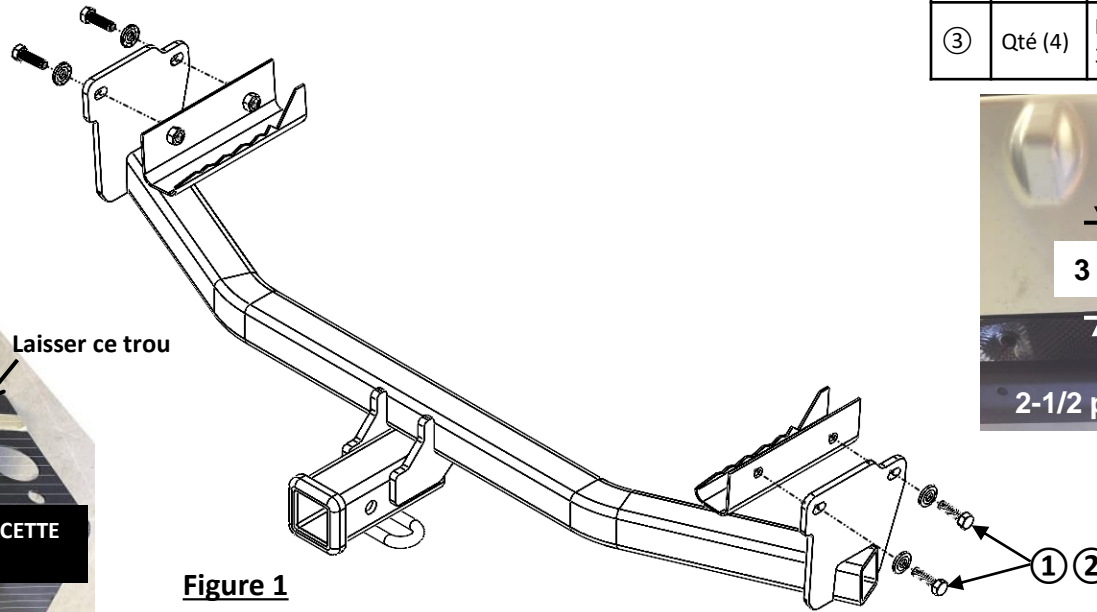

Figure 1
- 5. Installez l'attelage:** Appliquez du frein-filet bleu sur les filets des boulons M10. Soulevez l'attelage en position et installez sans serrer le boulon M10 ① et la rondelle conique 3/8 ② dans les écrous à souder, voir **Figure 1**.
- 2. Retirer le pare-éclaboussures côté conducteur:** À l'aide d'une douille de 10 mm ou 14 mm, retirez (2) écrous en plastique du pare-éclaboussures. À l'aide d'un tournevis à tête plate, retirez les rivets du pare-éclaboussures. Mettez de côté dans un endroit sûr pour la réinstallation.
5. **Installez l'attelage:** Appliquez du frein-filet bleu sur les filets des boulons M10. Soulevez l'attelage en position et installez sans serrer le boulon M10 ① et la rondelle conique 3/8 ② dans les écrous à souder, voir Figure 1.